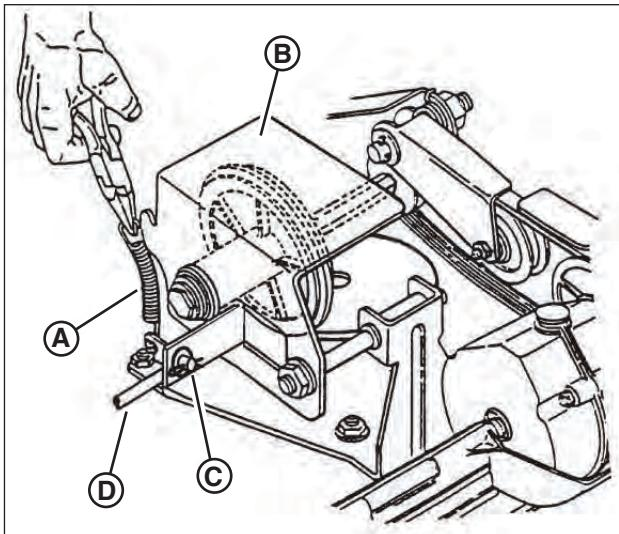

Figura 27: Ajuste del disco impulsado
- Retire el resorte del disco impulsado (**A**, **Figura 27**) del conjunto del disco impulsado (**B**). También, retire el pasador y la arandela (**C**) de la varilla de transferencia (**D**), y retire el extremo de la varilla de transferencia del orificio en el conjunto del disco impulsado.
- Retire el pasador y la arandela (**C**, **Figura 27**) de la varilla de transferencia (**D**), y retire el extremo de la varilla de transferencia del orificio en el conjunto del disco impulsado.